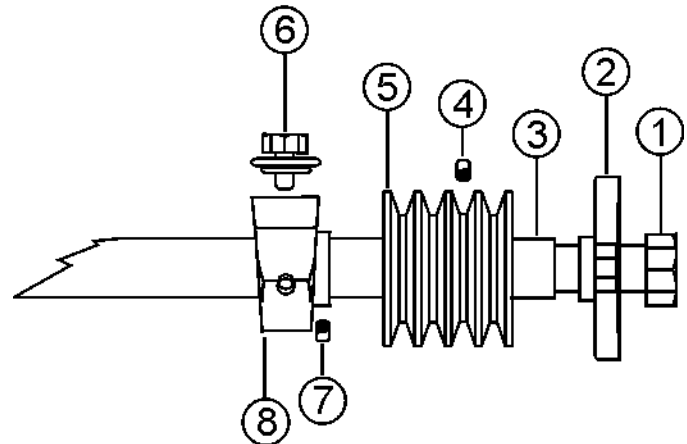

Figura 58. Cuscinetto lato puleggia (lato sinistro)
5. Allentare le **viti di arresto** (figura 58, voce 4) e far scivolare la **puleggia** (figura 58, voce 5) sull'albero della lama. Allentare la vite di arresto del cuscinetto, rimuovere il **bullone** (figura 58, voce 6) e far scivolare il **cuscinetto dell'albero della lama** (figura 58, voce 8) sull'albero della lama.